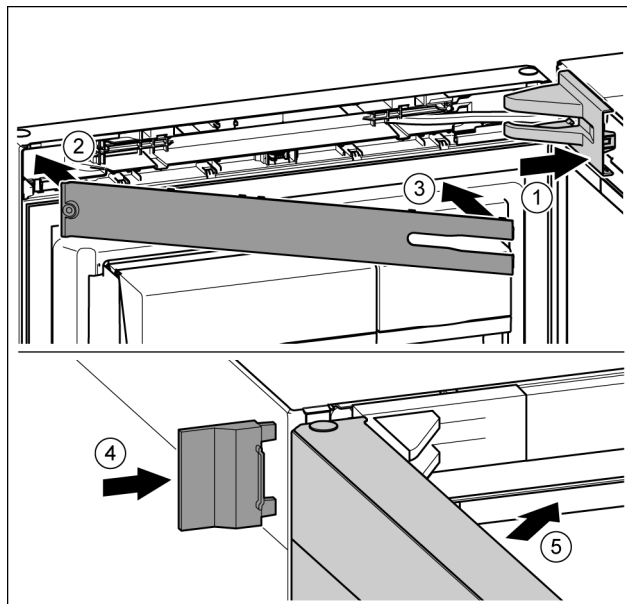

Fig. 50
- ▶ Встановіть та зафіксуйте кришку опорного кронштейна, у разі необхідності — обережно розтисніть. Fig. 50 (1)
- ▶ Встановіть накладку. Fig. 50 (2)
- ▶ Поверніть і зафіксуйте накладку. Fig. 50 (3)
- ▶ Насуньте зовнішню кришку. Fig. 50 (4)
- ▶ Закрийте верхні дверцята. Fig. 50 (5)